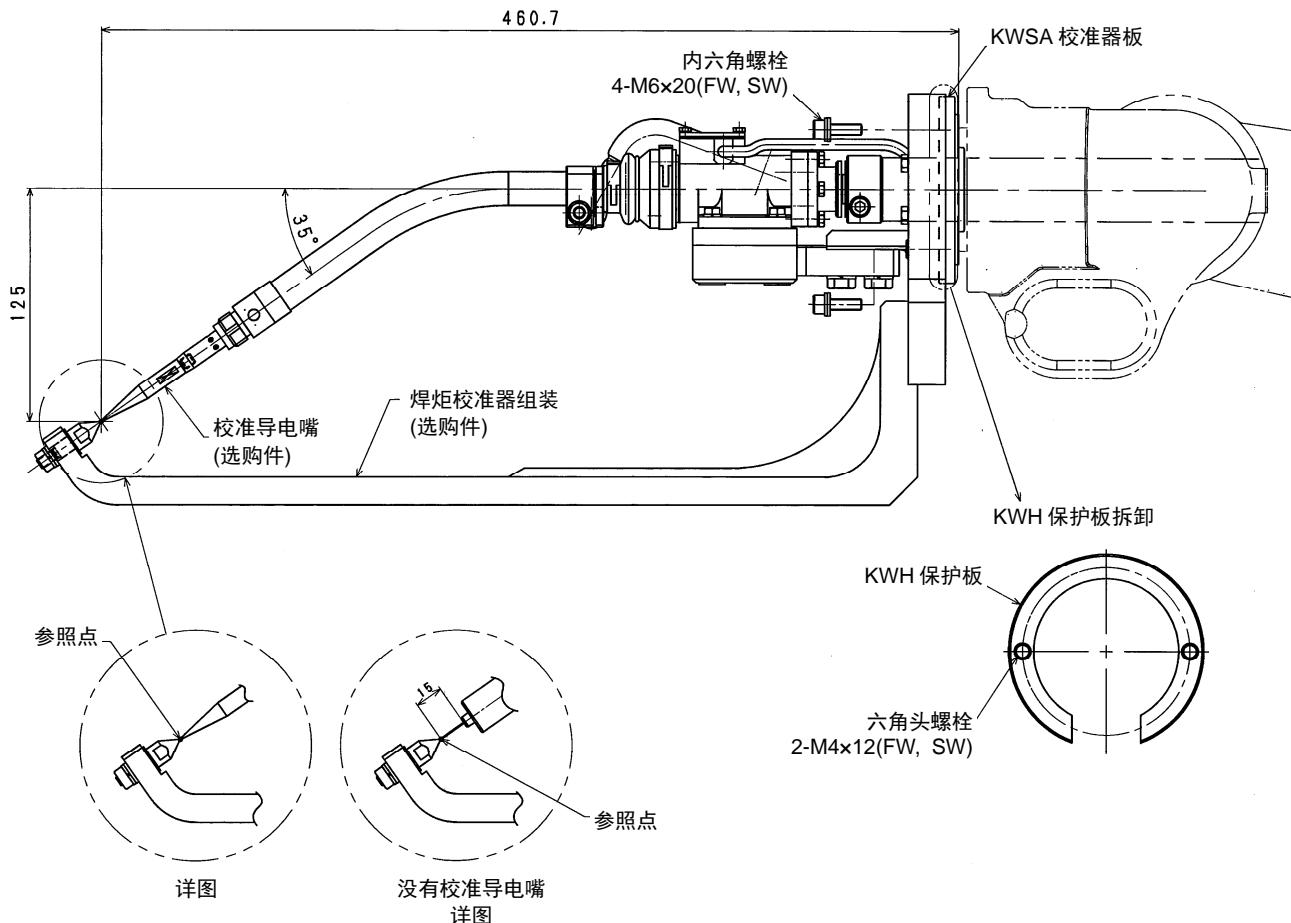

图 2.8 TOKIN 公司生产的焊炬校准器(G-type)(选购件)的安装
3. 参考图 2.8 拧松校准器板带的 2 根六角头螺栓 ( $M4 \times 12$ )，拆卸 KWH 保护板。
4. 参考图 2.8 将焊炬校准器组装(选购件)用 4 根六角头螺栓( $M6 \times 20$ )安装到 KWSA 校准器板上。